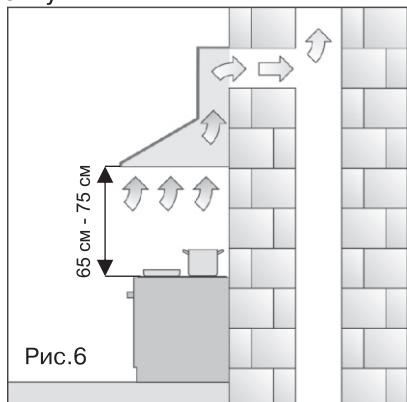

Рис.6
менее 75см. (См. Рис. 6, 7)
- режим отвода воздуха в вентиляционную шахту (см.Рис.6)
В режиме отвода воздуха в вентиляционную шахту (см.Рис.6) вытяжка посредством гофрированного шланга или пластикового воздуховода подключается к вентиляционной шахте. И, таким образом, все кухонные испарения, запахи, гарь и копоть, проходя через многоразовые алюминиевые жироулавливающие фильтры, выводятся за пределы помещения. При данном режиме работы нет необходимости устанавливать угольные акриловые запахоулавливающие фильтры. Режим отвода является наиболее эффективным, поскольку вытяжка удаляет все кухонные испарения за пределы кухни в вентиляционную шахту.